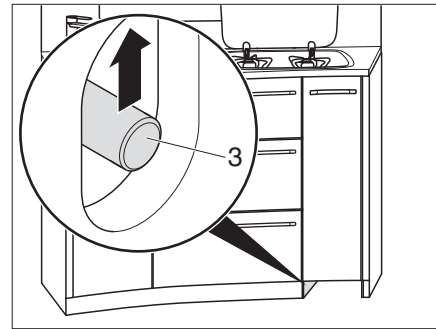

Fig. 110 Desbloquear los cajones de la cocina
- Empujar hacia arriba la barra de empuje (Fig. 110,3).